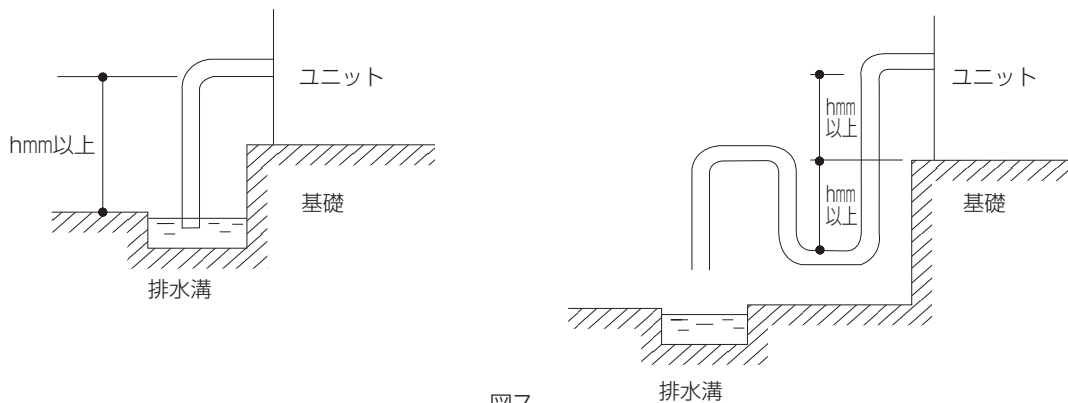

図7
- ドレン配管は、ユニット後側（空気コイル側）下にあります。ドレン配管から空気の吸込みを防止するため、下図のようなドレンラップを必ず設けてください。（図 7 参照）図 7 の h 寸法は、ユニット内の負圧＜機内抵抗＋吸込ダクト抵抗＞により決定してください。